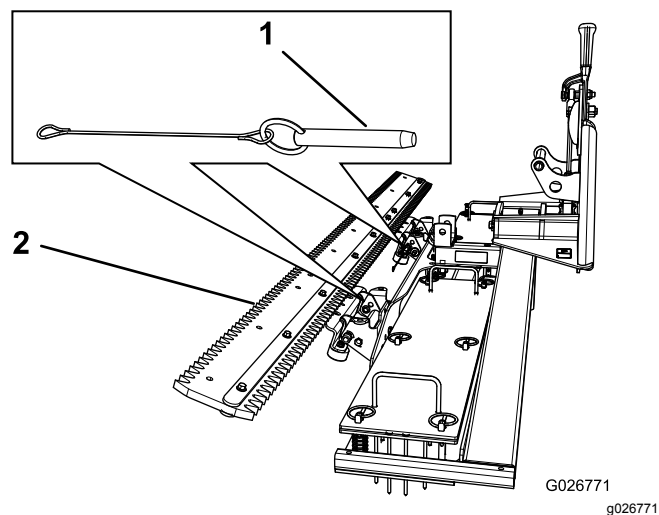

図 11
1. クレビスピン2本を取り外す図 11。
2. グルーマを斜めに立てて、クレビスピンでその位置に固定する図 11。